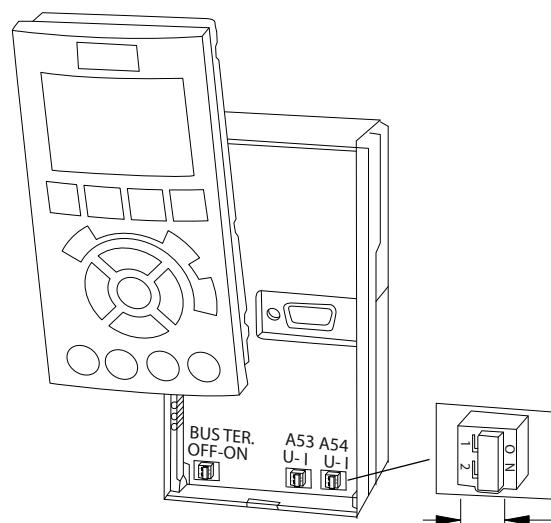

Ilustración 5.40 Ubicación de los conmutadores de los terminales 53 y 54
- En la tarjeta de control, se incluye un commutador (BUS TER) para la resistencia de terminación de bus. Consulte la *Ilustración 5.40*.
1. Extraiga el LCP. Consulte la *Ilustración 5.40*.